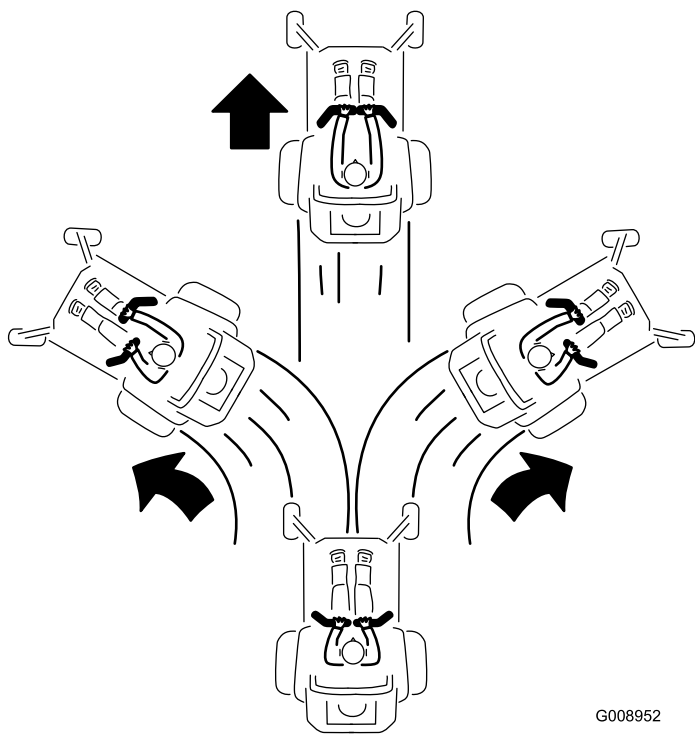

Figura 28
3. Para ir hacia adelante, empuje lentamente las palancas de control de movimiento hacia adelante (Figura 28).